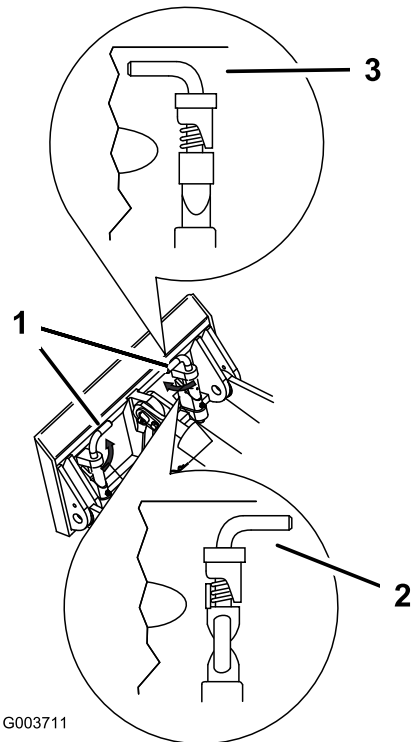

Bild 10
7. Lassen die Schnellbefestigungsstifte eingreifen und stellen Sie sicher, dass sie vollständig in der Befestigungsplatte sitzen (Bild 10).